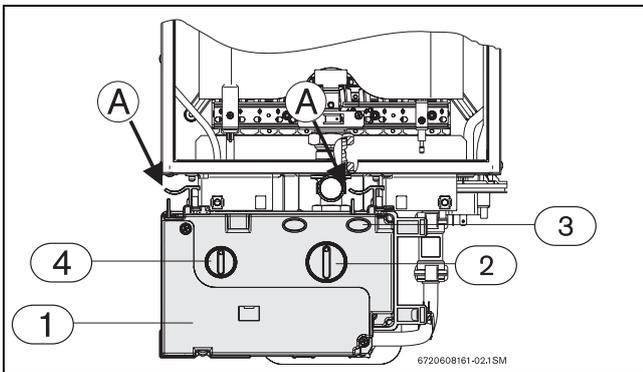

Fig. 9 Riferimenti per l'estrazione del quadro comandi
- ▶ Premere contemporaneamente le due leve (A) ed estrarre in avanti il quadro comandi (→Fig. 9, pos. 1).
- ▶ Ruotare il selettore di temperatura (→Fig. 9, pos. 2) nella posizione 6 (posizione 60 nel quadro comandi).
- ▶ Premere e mantener premuto, per almeno dieci secondi, la spia luminosa di "bruciatore acceso" (che funge anche da tasto per servizio tecnico (→Fig. 9, pos.3) contemporaneamente ruotare l'interruttore principale in posizione I (→Fig. 9, pos. 4).
- ▶ Ruotare il selettore di temperatura (→Fig. 9, pos. 2) nella posizione 1 (posizione 35 nel quadro comandi).
- ▶ Premere e mantener premuto, per almeno dieci secondi, la spia luminosa (→Fig. 9, pos. 3) di "bruciatore acceso" (che funge anche da tasto per servizio tecnico) contemporaneamente ruotare l'interruttore principale in posizione I (→Fig. 9, pos. 4).